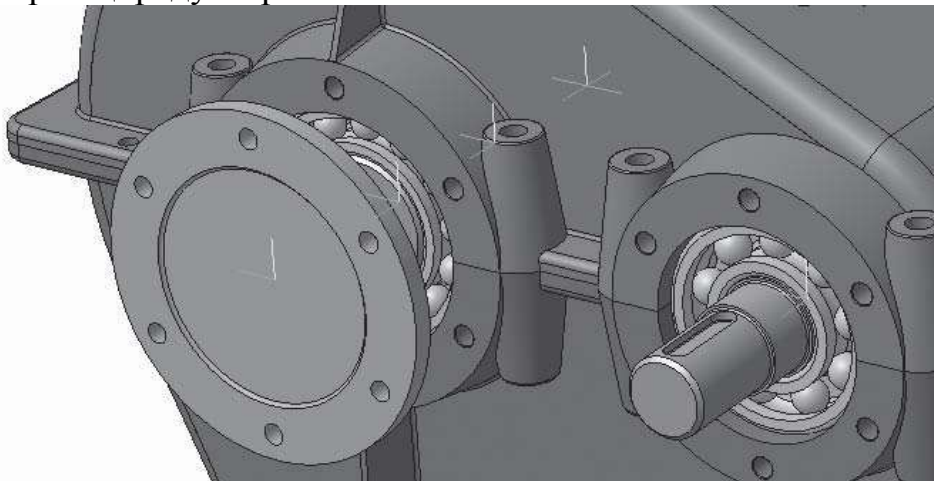

Рисунок 9.10 – Установлення кришки підшипника
4. Перейдемо до складання підшипникових вузлів на валах. За допомогою команди *Повернути* панелі *Вигляд* розверніть збірку у вікні уявлення так, щоб зовнішній ступінь веденого вала був направлений до вас. Вставте модель з файлу *Кільце* в довільне місце збірки, недалеко від веденого вала (рис. 9.10, а). Відразу точно позиціонувати кільце не вдасться, тому в даному випадку не обійтись без сполучень. Клацніть на кнопці *Співвісність* на панелі інструментів *Спряження*. Як об'єкти для сполучення по черзі вкажіть будь-яку циліндричну поверхню спочатку на кільці, потім на веденому валу. Задати об'єкт для спряження можна тільки у вікні моделі, клацнувши на ньому кнопкою миші.
Вставте кришку з файла *Кришка підшипника* і створіть спряження *Співвісне* між отвором під кришку (у корпусі або кришці редуктора - не має особливого значення) і будь-якою циліндричною поверхнею на самій кришці (рис. 9.10). Додайте спряження *Збіг об'єктів*, щоб фланець кришки ліг точно на поверхню місць кріплення кришки. Прослідкуєте, щоб отвори під фіксувальні гвинти в кришці підшипника збіглися з отворами на корпусі і кришці редуктора.